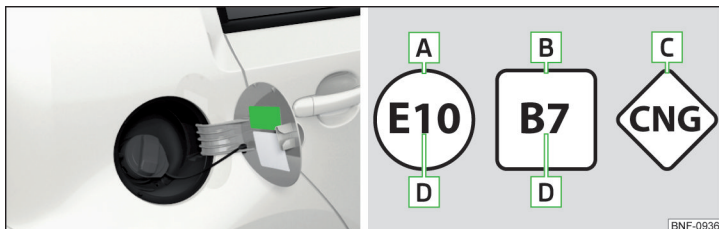

Fig. 134 Autocolant cu combustibilul prevăzut / denumire grafică a tipurilor de combustibil
Pe interiorul clapetei rezervorului este menționat combustibilul prescris pentru autovehiculul dumneavoastră » fig. 134.
**Denumire grafică a tipurilor de combustibil » fig. 134**
Pe interiorul clapetei rezervorului este menționat combustibilul prescris pentru autovehicul » **fig. 134 la pagina 114.**